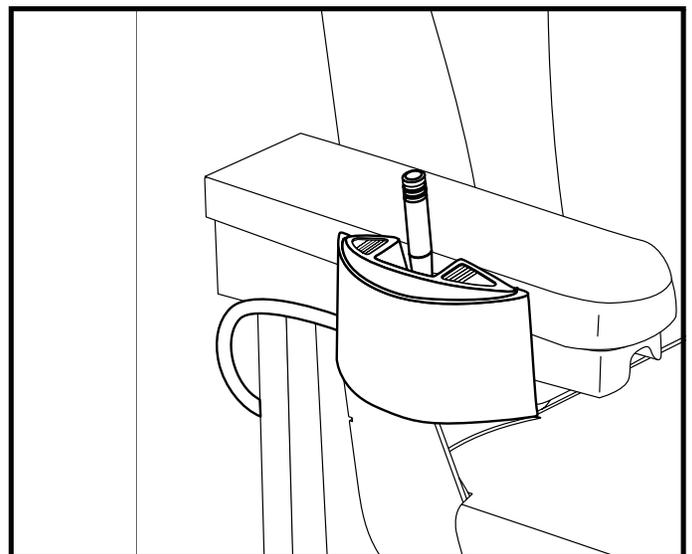

Figure 24. Commutateur à bascule du siège électrique
1. Poussez le commutateur à bascule vers l'avant pour élever le siège. Voir la figure 24.